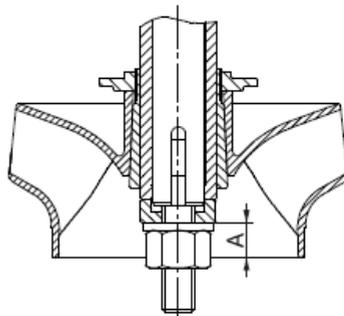

Рис. 6
- Положение первого рабочего колеса и вала представлено на рис. 6. Убедитесь, что размер А равен: 14,3 для CDM/CDMF120, 150 и 25,5 для CDM/CDMF200.